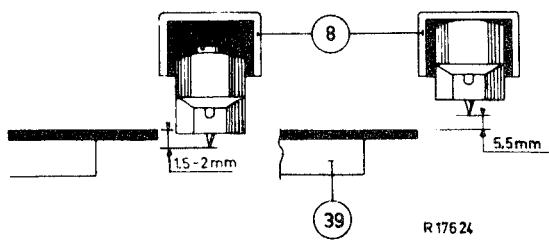

Fig. 4
5. Der Abstand der Nadel von der Platte, gemessen in Stellung "AUS" vom Schaltstift 21f, muss mindestens 5,5 mm betragen. (Siehe Fig. 4).
7. Die Nadel muss im Stand "EIN" vom Schaltstift 21f (Tonkopf nach unten) 1,5 - 2 mm unter die Oberkante der Platte kommen. (Siehe Fig. 4).